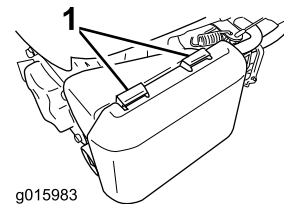

Figure 24
1. Appuyez sur les languettes de verrouillage en haut du couvercle du filtre à air (Figure 24).